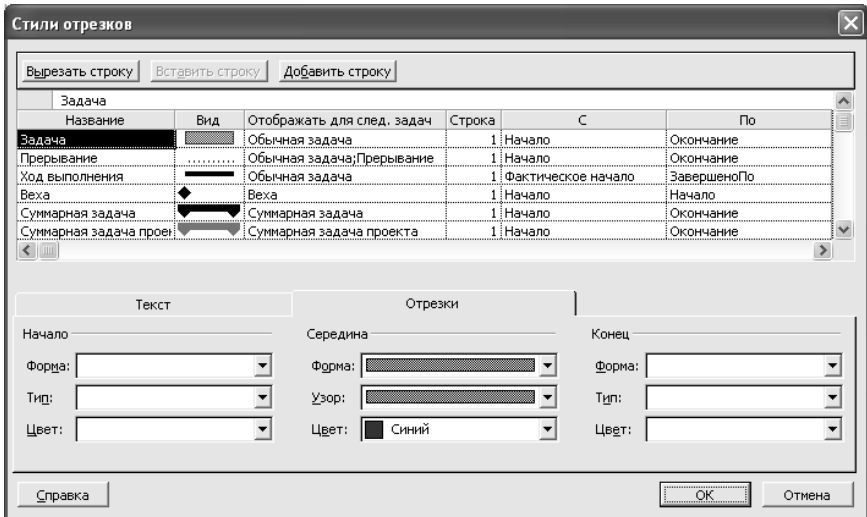

Рис. 34. Форматування діаграми Ганта
2. У меню **Формат** виберіть команду **Стили відрізків**. З'явиться вікно **Стили відрізків** (рис. 34).